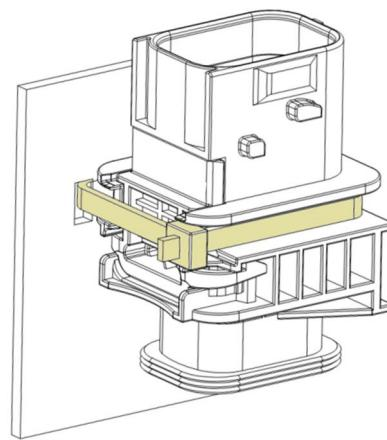

Рисунок 7. Крепление разъема.
Ниже приведены несколько вариантов схем подключения датчика в системе мониторинга (рис. 7 – 9).
5. После стабилизации показаний в программе, произвести калибровку по «полному баку» (рис. 7).
7. После стабилизации показаний в программе, произвести калибровку по «пустому баку» (рис. 7).